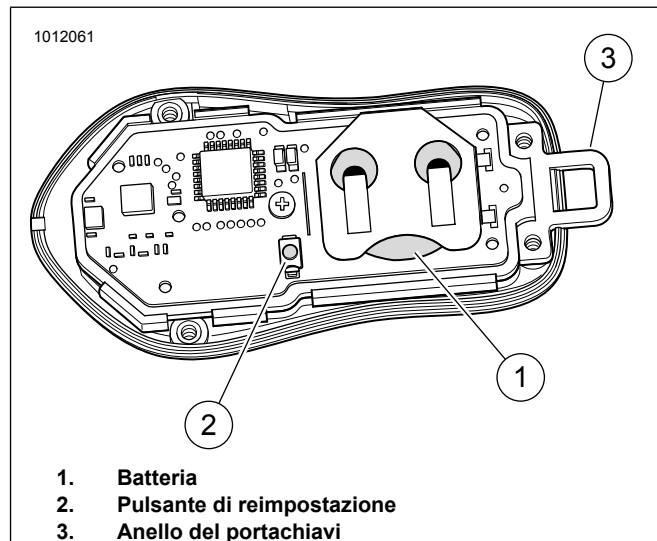

Figura 5. Batteria e reimpostazione del portachiavi elettronico
Vedere la figura 5. Una volta rimosso il coperchio, l'anello del portachiavi (3) potrebbe cadere. Prestare attenzione a non smarrirlo.
Vedere la figura 5. Rimuovere le quattro viti che fissano il coperchio posteriore del portachiavi elettronico. Rimuovere il coperchio.
2. Vedere la figura 5. Tenere premuto il pulsante (2) fino a quando le luci di Spectra Glo sul veicolo non eseguono un ciclo fra le sette zone di colore. Tenerlo premuto per altri 5 secondi fino a quando le luci di Spectra Glo non eseguono un secondo ciclo fra le sette zone di colore.